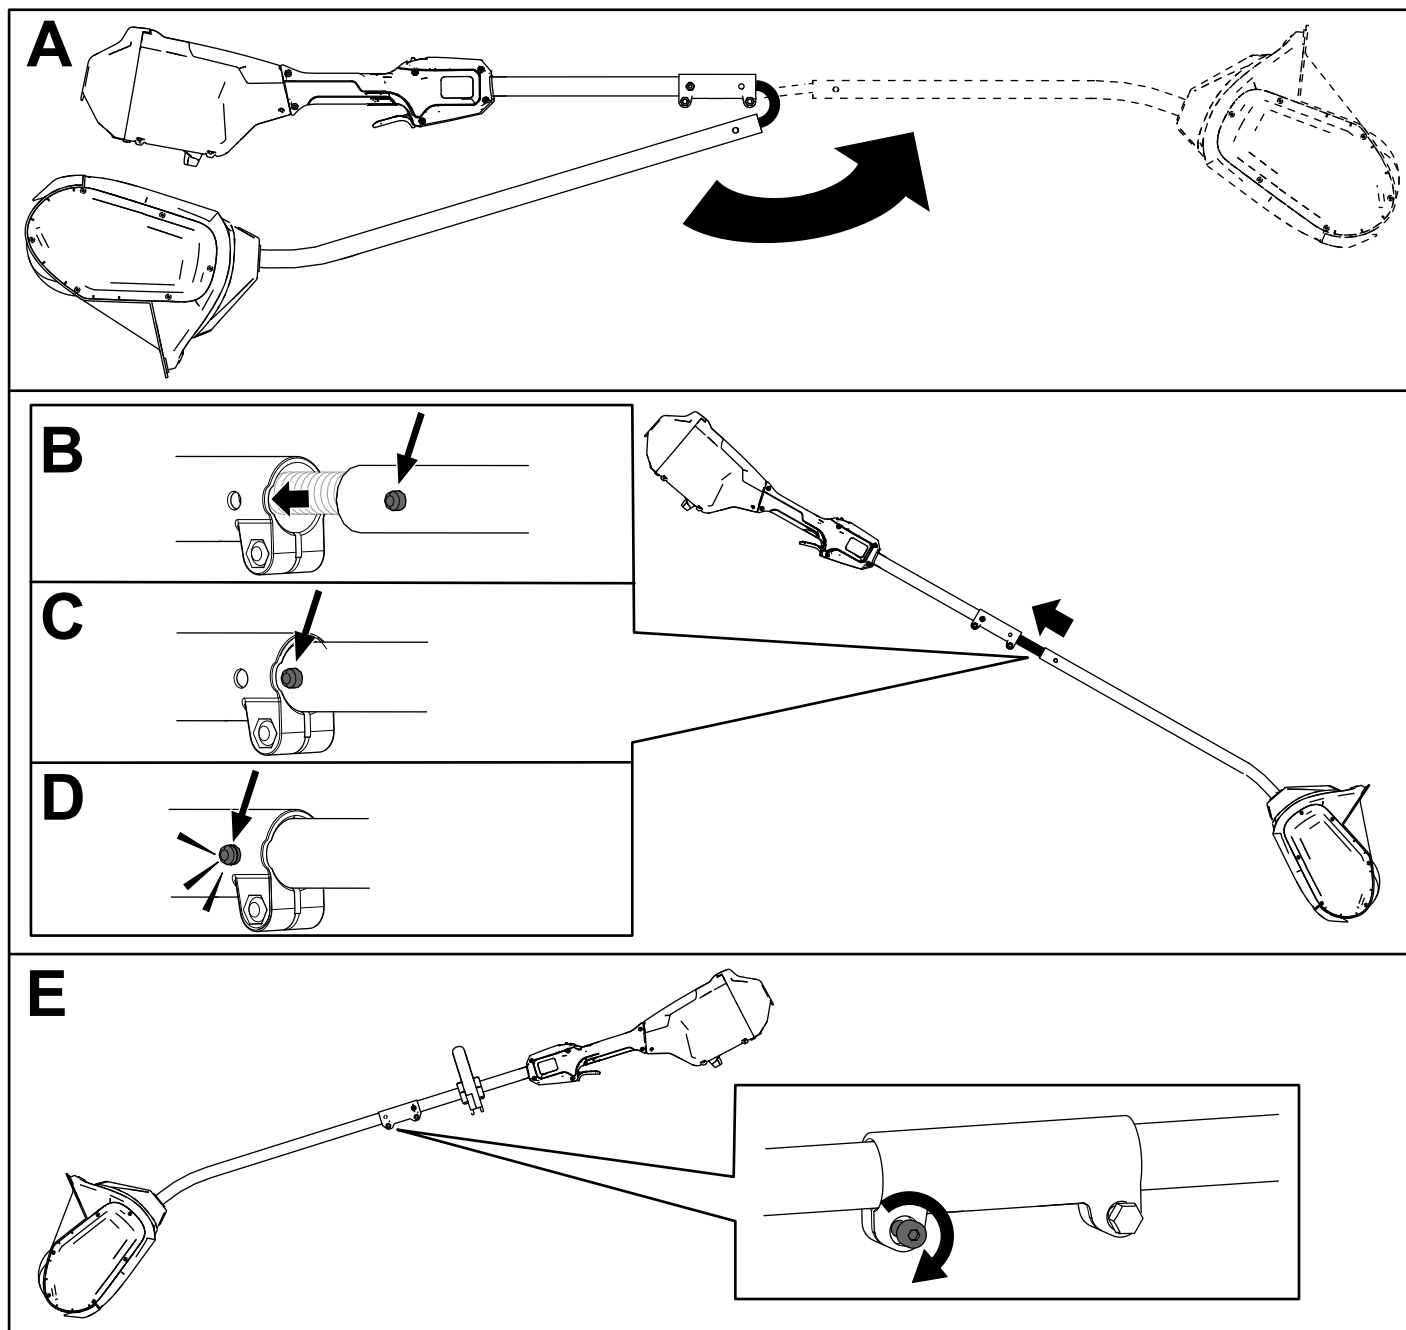

Figura 4
1. Desfășurai mânerul (A din Figura 4).
2. Aliniază butonul de blocare de pe arborele inferior cu creștătura de pe arborele superior și glisai cei 2 arbori împreună (B și C din Figura 4).
Notă: Butonul de blocare intră în creștătură în momentul în care barele sunt fixate (D din Figura 4).
3. Utilizând cheia imbus furnizată, strângeți uruburile de pe conectorul arborelui până când acesta este fixat (E din Figura 4).